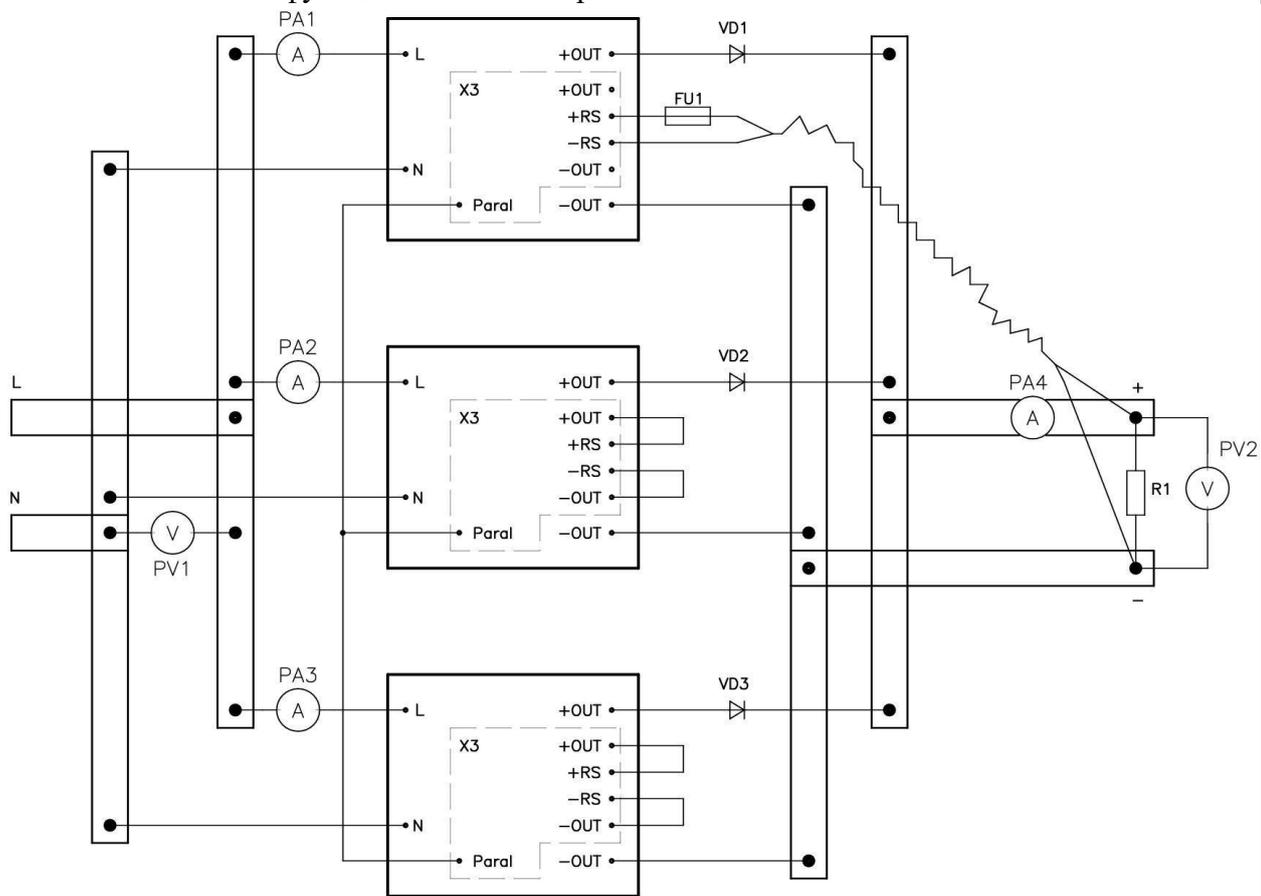

Рисунок 5.14 Система, построенная по принципу «ведущий-ведомый»
5.14.13 Построение системы по принципу «ведущий-ведомый», ограниченное резервирование (Рис. 5.14). Выводы выносной обратной связи «+RS» и «-RS» подключают непосредственно к нагрузке с соблюдением полярности только у одного модуля. Данный модуль будет ведущим в системе электропитания, остальные ведомыми. У ведомых модулей выводы выносной обратной связи «+RS» и «-RS» подключают напрямую с выводами «+OUT» и «-OUT» соответственно.